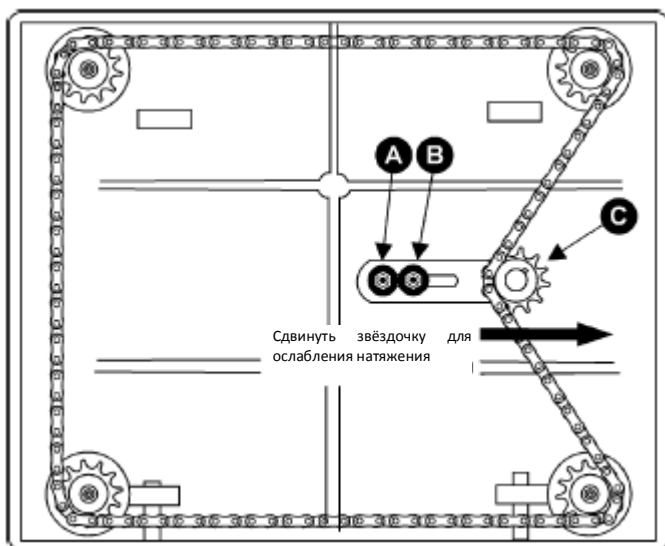

Рис. 20
2. Вывернуть болты, крепящие рейсмусовый станок к станине. Осторожно наклонить станок на сторону для получения доступа к нижней стороне основания (рис. 20).
3. Вывернуть болт (А, рис. 20) и ослабить болт (В, рис. 20), что даст возможность перемещать узел паразитной звёздочки (С, рис. 20) на достаточное для ослабления цепи расстояние.
6. При получении точной регулировки провести цепь вокруг угловой звёздочки, надеть паразитную звёздочку (С, рис. 20) для натяжения цепи, затянуть болт (В, рис. 20) и ввернуть и затянуть болт (А, рис. 20).